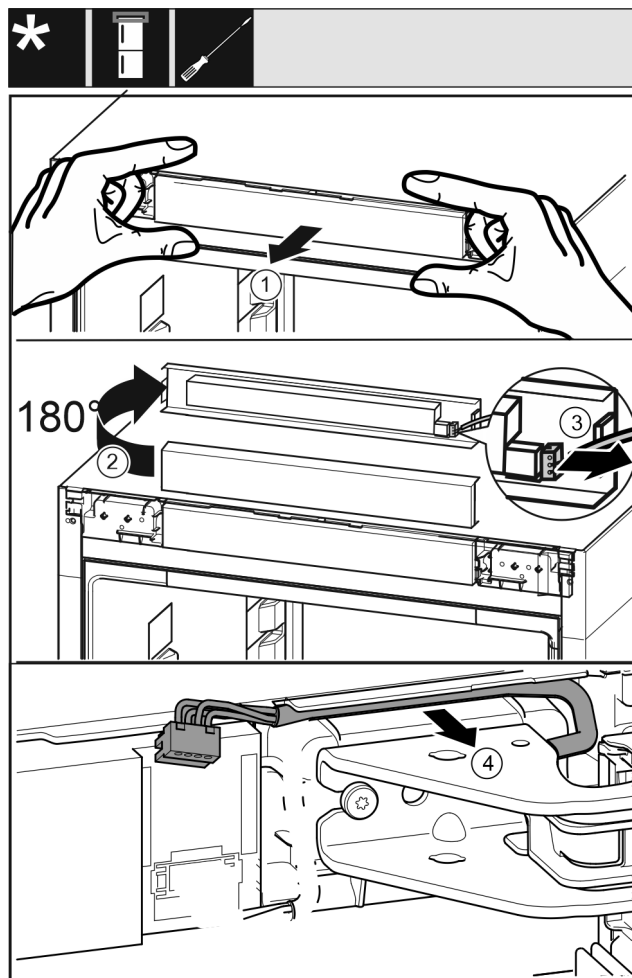

Fig. 18
- Désolidariser avec précaution le panneau de commande Fig. 18 (1) vers l'avant.
- Tourner le panneau de commande Fig. 18 (2) de 180° vers le haut.
- Pousser l'ergot Fig. 18 (3) vers l'arrière et retirer avec précaution le connecteur.
- Désolidariser avec précaution le câble Fig. 18 (4) du guide par le biais du support de palier.